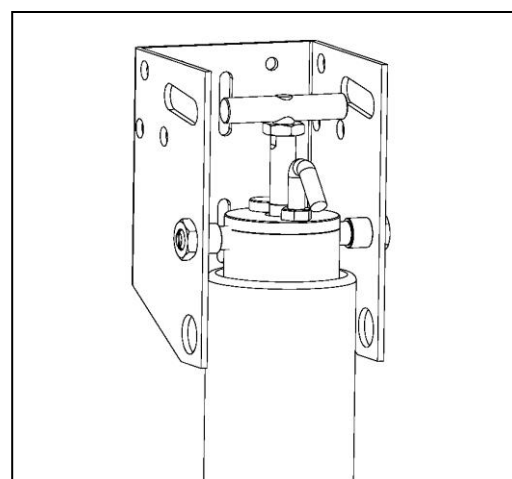

Bild 8
3. Den Öffner mit dem T-Stück im Fallenschloss einrasten. Die Öffnerhalterung so einstellen, dass der Öffner sicher schließt und über Lastabschaltung beim Zufahren abschaltet (**Bild 8**).